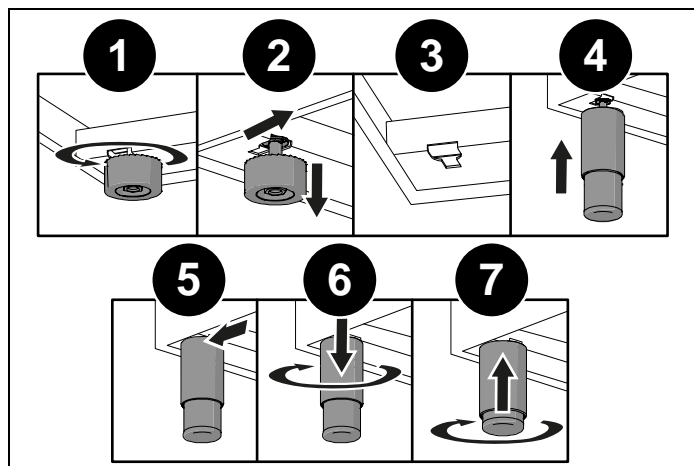

Fig. 8
- demonter støtterne (1 og 2, Fig. 8),
- sæt støttefødderne ind i hullet på undersiden af apparatet (3 og 4, Fig. 8),
- skru fødderne fast, indtil de sidder godt fast på basen (5 og 6, Fig. 8),
Juster støtteføddernes højde til den korrekte højde (7, Fig. 8).
Undgå at opretholde trykket på støttefødderne, når apparatet sænkes (Fig. 8). Det anbefales at anvende et stykke træ eller en palle på sokkelen for at undgå at vippe komfuret.